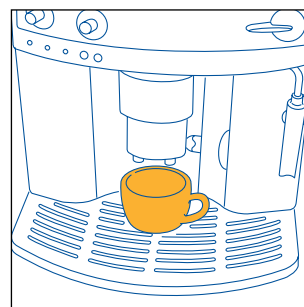
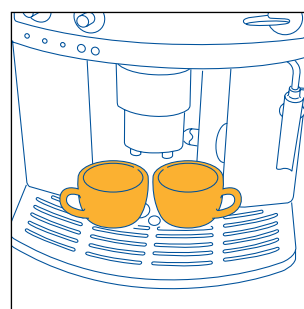
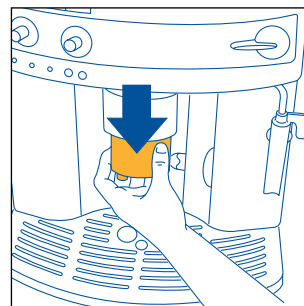

Fig. 9
Fig. 10
Fig. 11
- 4) Sett 1 kopp (fig. 9) eller 2 kopper (fig. 10) under tutene. For å få godt skum på kaffen, la tutene komme så nærme kaffekoppene som mulig, ved å senke kaffeutslippsenheten (fig. 11).